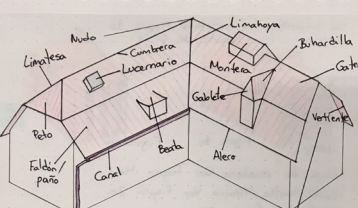

Figura 3c. Esquema general de cubierta
- Beata/Buharda/Buhardilla. Ver figura 3c.
- Canal. Sistema de recogida de aguas. Ver figura 3c.
- Cumbre/Caballete/Gallur. Ver figura 3c.